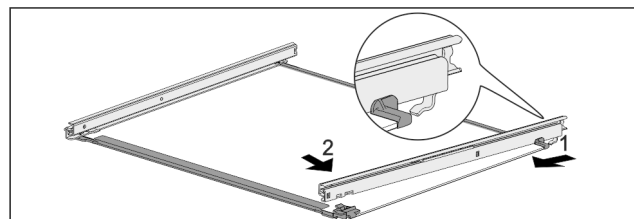

Fig. 121 Glasplatte mit Schienen
- Schiene hinten einhaken. Fig. 121 (1)
- Schiene vorne einrasten. Fig. 121 (2)